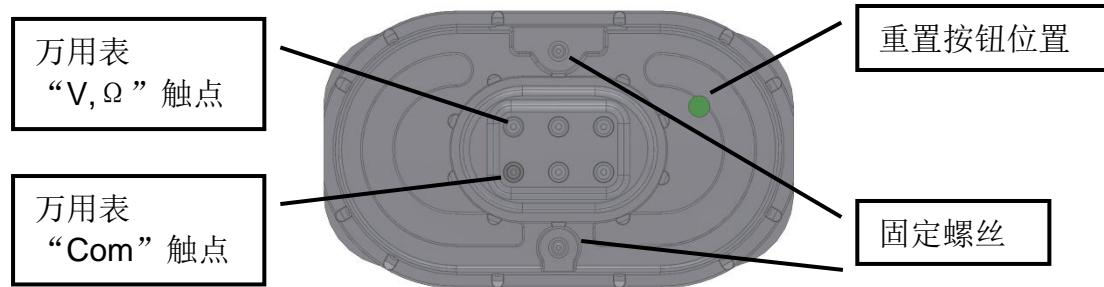
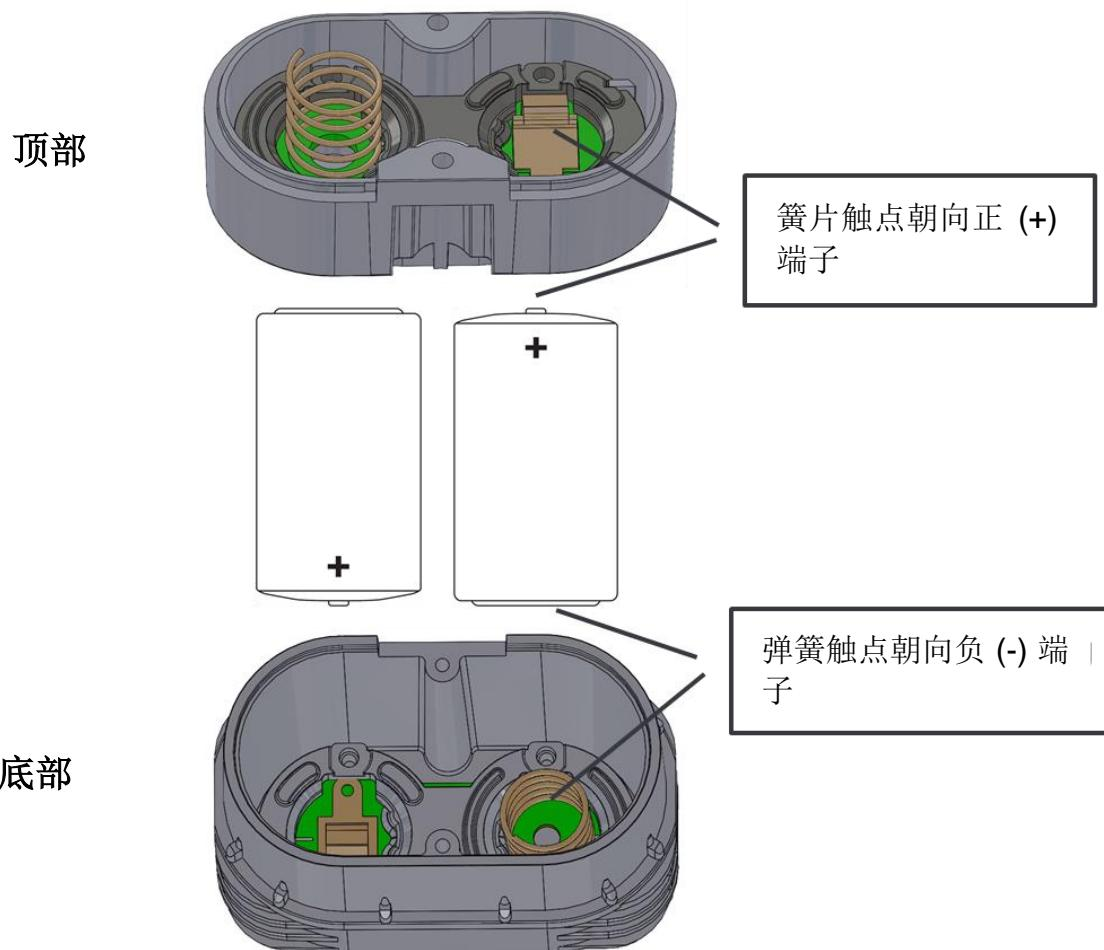

图 5-2：电池组底部视图。万用表的正确连接。
图 5-3：电池组顶部和底部
- 松开两个电池组安装螺钉（梅花螺丝刀 T10），请见图 5-2。请注意，弹簧弹力很大，因此在拧开时，应握牢电池组。
- 将两个电池放在电池组中，簧片触点朝向正 (+) 端子，弹簧触点朝向负 (-) 端子，请见图 5-3。
- 按下电池组上的按钮，请见图 5-2（该按钮位于电池组上一个孔的后方，可通过笔尖按下）。这将通知气体检测仪新电池已就位，并重置电量计数器。请注意，只有 3.0 或更高版本固件的气体检测仪才能识别此按钮操作。如果有关检测仪包含较旧的固件版本，或者您不确定检测仪的固件版本，请联系 GasSecure。
通过将万用表连接到端子来测量电池组的电压，如图 5-2 所示。额定电压为 +7.2 V。不允许电压低于 +7.0 V 及高于 +7.8 V。检查电池方向是否正确（请见图 5-3），以及测量电压是否超出允许的范围。